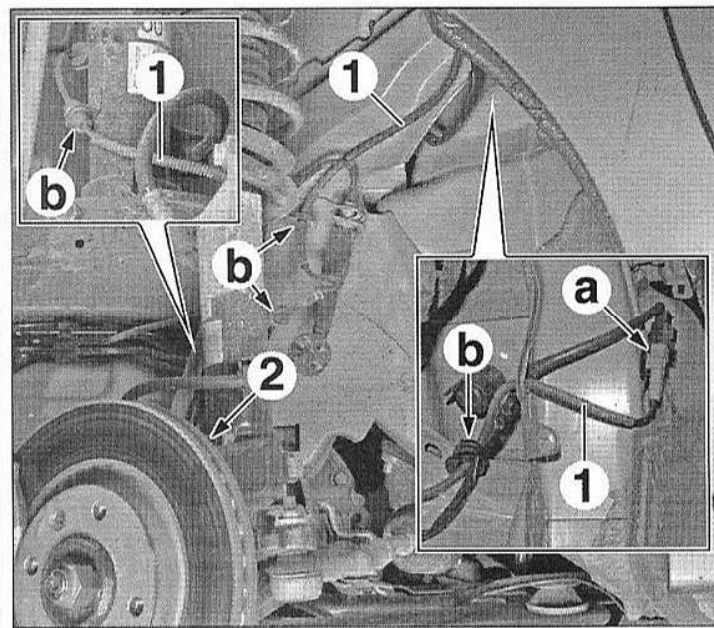

FIG.36
- Débrancher le faisceau (1) en (a) (Fig.36).
- Dégrafer le faisceau (1) en (b).
- la vis (2),